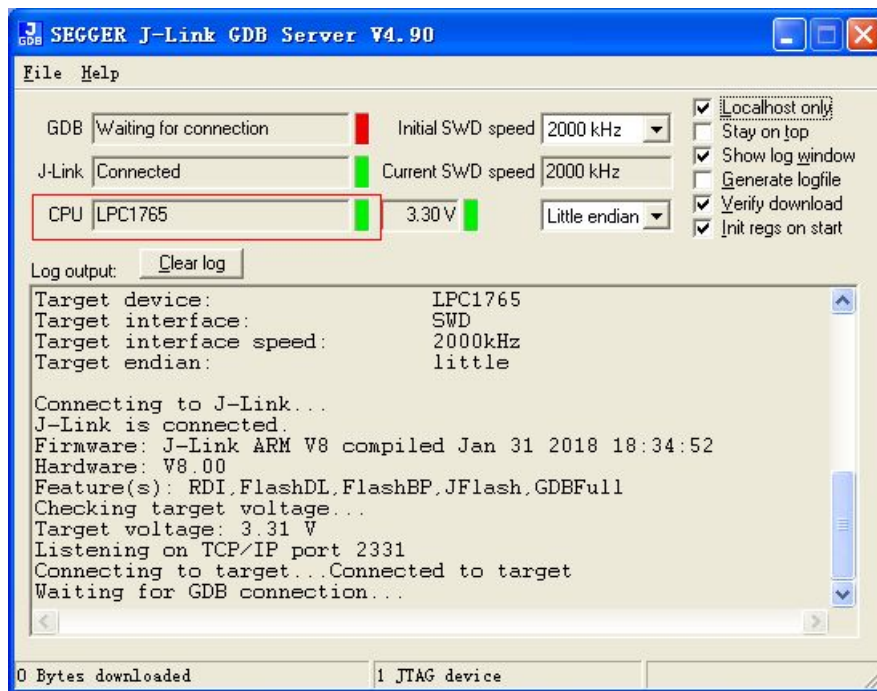

图 3.10 J-Link 启动后
2. 在电脑的“所有程序”中找到 J-Link 调试软件，即“SEGGER”->“J-Link ARM V4.501”->“J-Link GDB Sever via JTAG”，打开后如图 3.10 所示：
如果 EasyARM-1700M3 目标板已上电并与 J-Link 连接正常，可以在图 3.10 中的“Target”看到目标板的芯片型号和芯片电压。